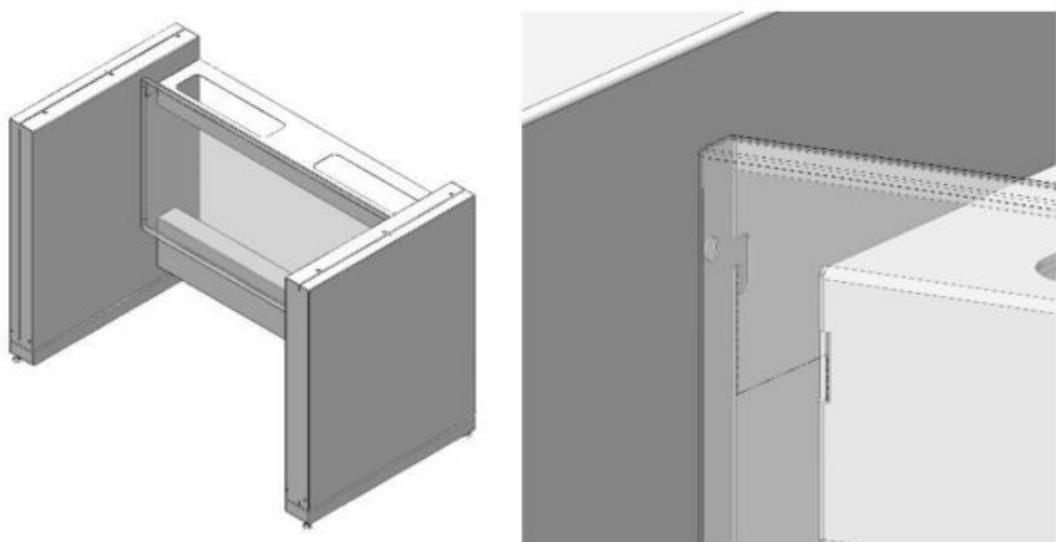

Рис. 2. Установка задней панели
- 6.2. *Если вытяжной шкаф не комплектуется тумбой – установить на каркас заднюю панель (Рис. 2).*